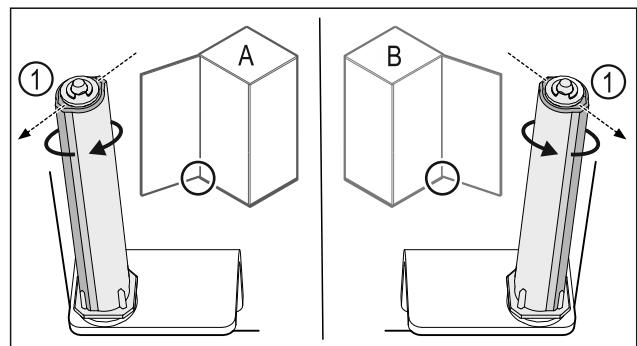

Fig. 41 Ľavý doraz (A)/pravý doraz (B)
- Otáčajte systém zatvárania proti odporu, kým nebude mostík systému zatvárania Fig. 41 (1) ukazovať von.